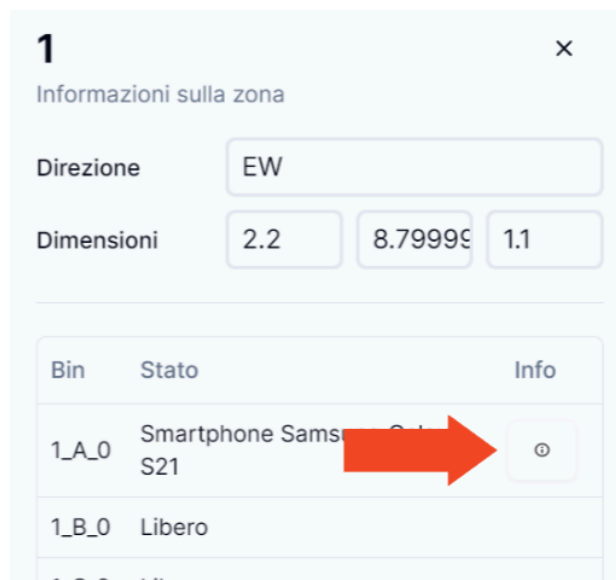

Figura 17 Pulsante ispezione bin_G
- doppio click sul bin_G di interesse direttamente dall'ambiente tridimensionale: così facendo esso verrà evidenziato in rosso (Figura 17).